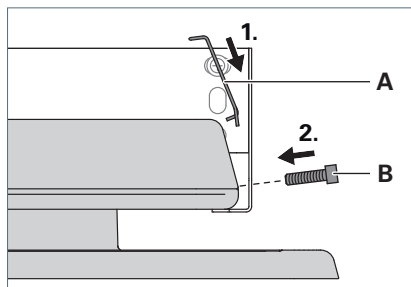

Fig. 6: Aggancio della lamiera di supporto all'apparecchio d'illuminazione.
- Agganciare la lamiera di supporto **A** all'apparecchio d'illuminazione, vedi Fig. 6.